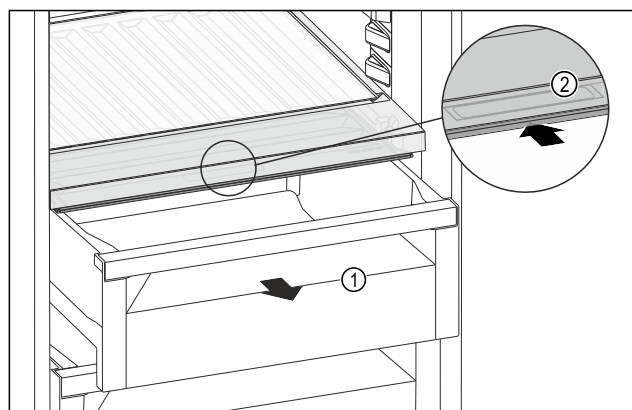

Fig. 128
- ▶ Schubfach Fig. 128 (1) herausziehen.
- ▶ Griffmulde Fig. 128 (2) am Fachdeckel anfassen und Fachdeckel gleichzeitig nach hinten schieben.